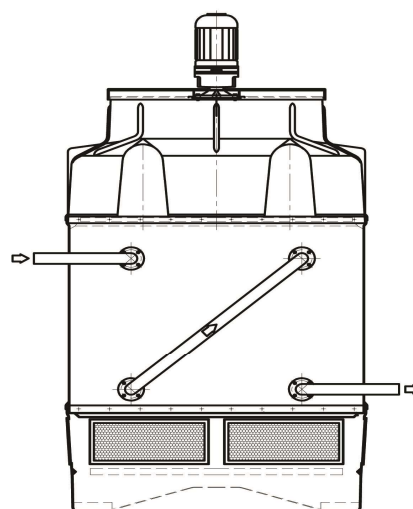

Fig. 21
- a.2) Connection of primary circuit in by-pass: This type of circuit is made to increase the speed of the fluid to be cooled. The connection should be made as shown in figure 21.
- a.2) Raccordement du circuit primaire en série: ce type de raccordement sera réalisé pour augmenter la vitesse du fluide à réfrigérer. La connexion sera réalisée comme il est montré sur la figure 21.